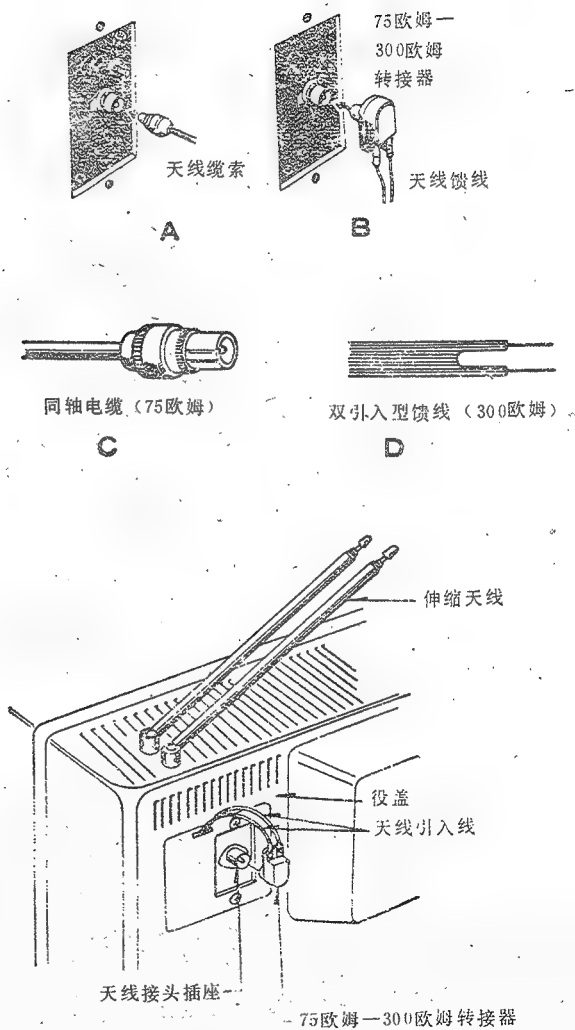

图 6 天线馈线与电视机的匹配连接
(2) 馈线与电视机匹配。电视机一般都带有 $75\Omega/300\Omega$ 转换器，因此可以通过转换器直接把馈线与电视机相接，如图6所示。先把电视机机内天线引入线从天线接头插座拔出，然后如果是 75Ω “同轴电缆”，则按图6中的(A)连接；如果是用 300Ω 平行馈线，则按图6中的(B)相接。
(3) 天线安装与避雷。采用室外天线的单元数不同，重量也不同，因此支撑的木杆或金属杆也就不同，必须选择能经受得住天线重量的撑杆并应考虑台风等强风影响，所以天线安装必须牢靠、结实，抵挡得住台风。另外，要选择合适的安放位置。比如说距离电视台不太远且接收地点与发射台之间没有什么高大建筑物时，室外天线可以安置在屋顶或附近比较高的地方。架设天线时，应使它远离大面积的金属物和其它天线，远离街道以及各种干扰源：如高压线、电梯机房、电话线、各种内燃机、吹风机等。若在地形复杂的山区，由于电磁波在山间的反射，有时天线架设得低些反而比架得高效果好，对准某个山头反而比对准发射台好。所以选择室外天线的最佳位置及方向应根据接收图象、彩色、伴音情况反复实验、调整，然后再固定下来，固定时要坚固可靠。